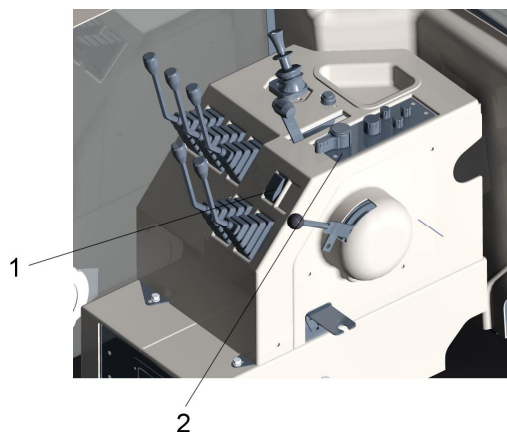

Рис. 3 Пульт гидравлики
- для активации и разблокирования системы управления необходимо нажать переключатель 1 (рис. 3) в положение включения (нажать на символ), а также рукоятку 2 (рис. 2) один раз установить в рабочее положение (подъём, или опускание). Сигнализатор диагностики 9 при этом гаснет;
При наличии неисправностей в системе сигнализатор диагностики 4 после запуска двигателя и активации системы переключателем 2 (рис. 3) начинает выдавать кодовую информацию о неисправности и, в случае необходимости, происходит блокирование работы системы.